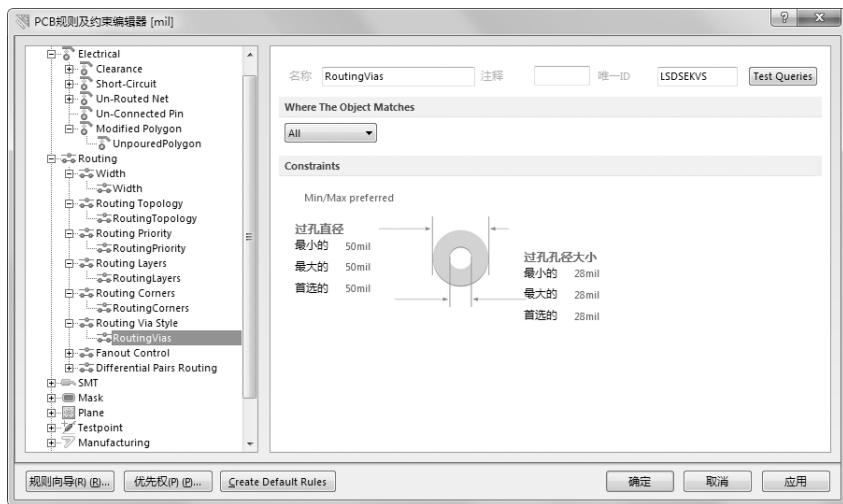

图 9-14 “Routing Via Style” 规则的设置对话框
(6) “Routing Via Style” (布线过孔样式规则): 用于设置走线时所用过孔的样式, 如图 9-14 所示为该规则的设置对话框, 在该对话框中可以设置过孔的各种尺寸参数。过孔直径和钻孔孔径都包括“最大的”、“最小的”和“首选的”3 种定义方式。默认的过孔直径为 50mil, 过孔孔径为 28mil。在 PCB 的编辑过程中, 可以根据不同的元件设置不同的过孔大小, 钻孔尺寸应该参考实际元件引脚的粗细进行设置。